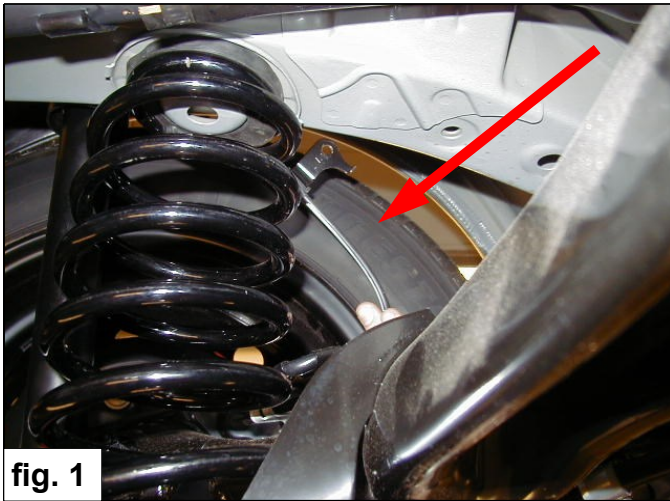

fig. 1
1. Satz HV-360401: Demontieren Sie den untere Stoßdämpferbolzen. **Achten Sie darauf dass die Bremsschläuche und Die A.B.S. Kabels nicht unter Spannung kommen.** Siehe Fig. 1.
1. Ensemble HV-360401: Démontez l'écrou inférieur de l'amortisseur. **Veillez à ce que les uyaux de frein et les câbles du système ABS ne soient pas tendus.** Voir fig. 1.